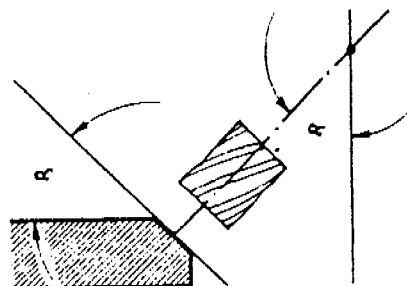

Figura 3
1. Para obtener la inclinación mediante fresado frontal, gire el cabezal universal en el mismo ángulo que se desea obtener en la pieza ( Figura 3 )